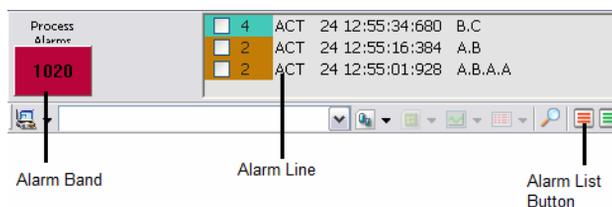

Abbildung 82. Zugriff auf die Prozessalarmliste
- Klicken Sie in der Applikationsleiste auf die Schaltfläche Prozessalarmliste, um eine Liste aller Prozessalarme aufzurufen, siehe Abbildung 82.
- Klicken Sie auf eine Alarmanzeige, um alle Alarme für einen bestimmten Prozessbereich aufzurufen, siehe Abbildung 82. Weitere Informationen zur Alarmanzeige finden Sie unter auf Seite 25.
- Von einer Alarmzeile in der Applikationsleiste über das Kontext-Menü (siehe Abbildung 82).